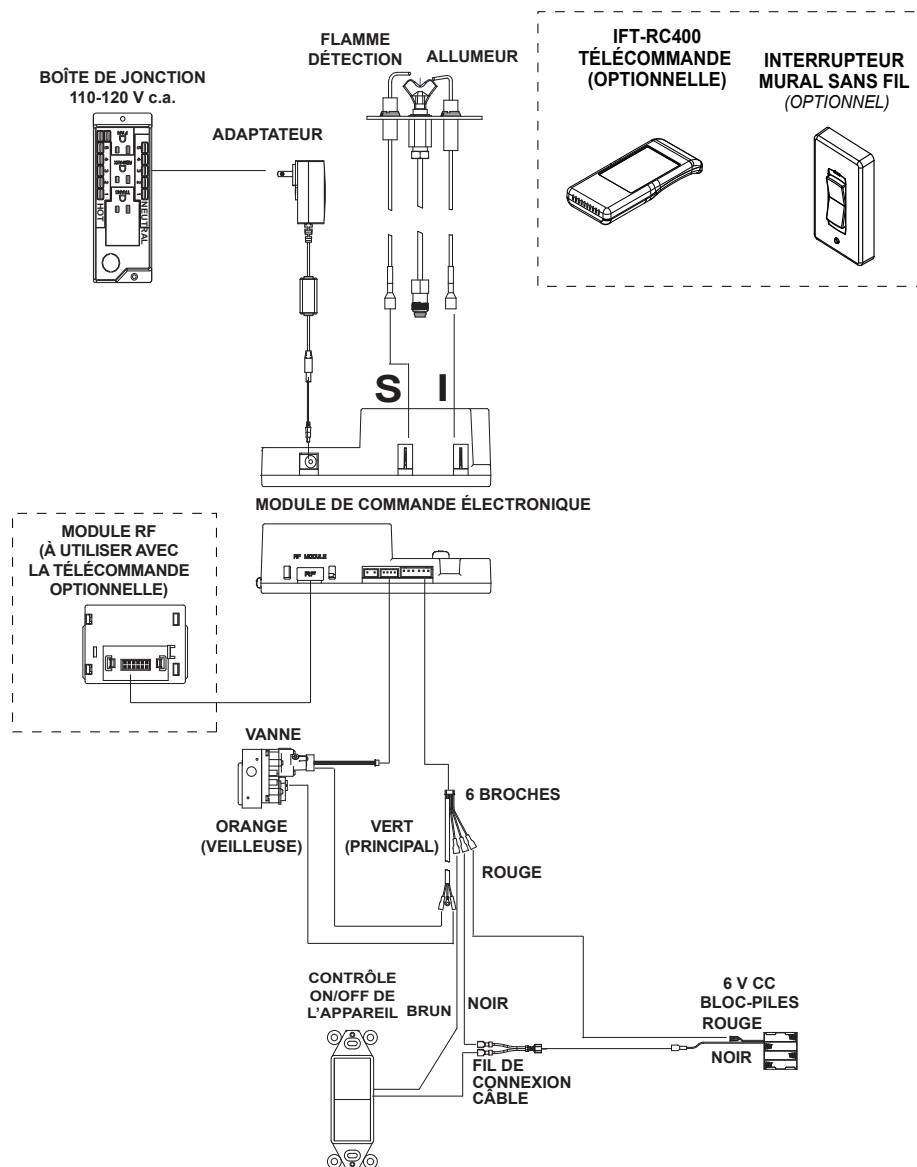

Figure 8.2 Schéma du câblage IntelliFire™ Tactile
- Consultez la figure 8.2, Schéma du câblage IntelliFire™ Tactile (IPI).